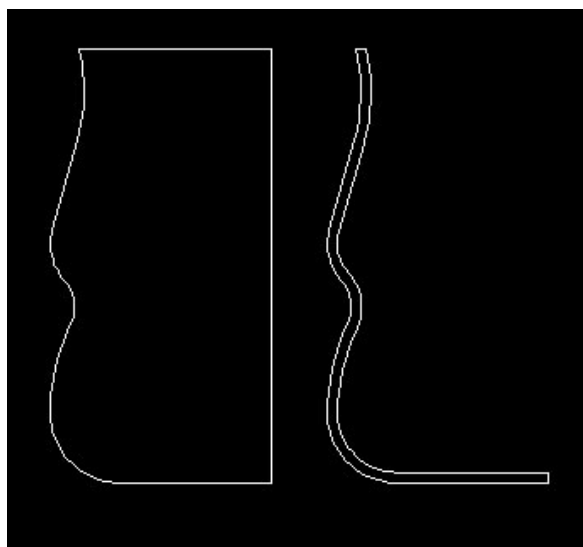

Fig.18.34
- 4 Donnez une épaisseur de 2mm au verre à l'aide de la fonction **Décaler** (Offset) (fig.18.34).